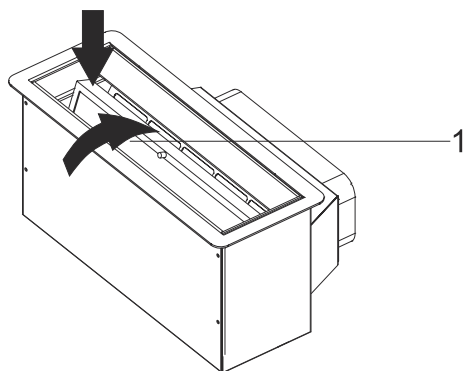

Fig. 5: Påmontering av fettfilter
10. ➤ Efter rengöring av fettfiltret, lägg tillbaka det i behållaren (Fig. 5).
11. ➤ Sätt in fettfiltret i behållaren enligt de två pilarna. (Fig. 5).